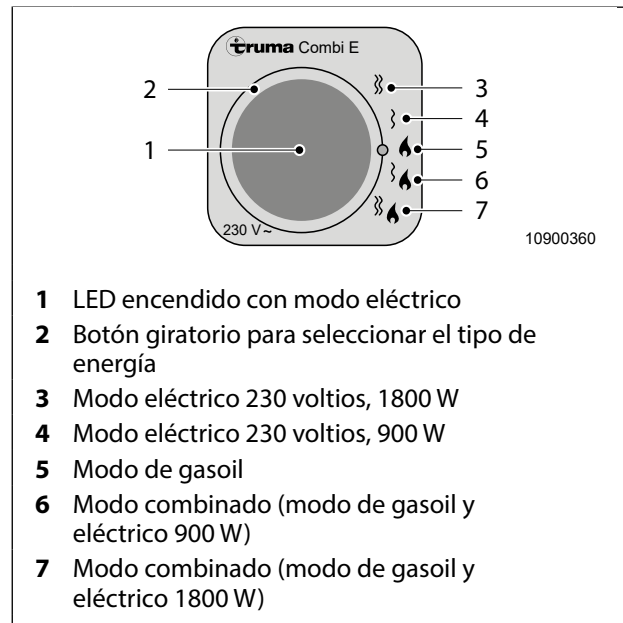

Fig. 59 Conmutador selector de energía CP E Classic
1. Girar el botón giratorio (Fig. 59, pos. 2) a la posición 3 (1800 W) ó 4 (900 W). El LED amarillo (Fig. 59, pos. 1) señala el modo eléctrico con 230 V.
1. Girar la botón giratorio (Fig. 59, pos. 2) a la posición 5.
1. Girar la botón giratorio (Fig. 59, pos. 2) a la posición 6 ó 7.